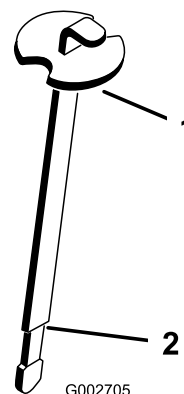

Figure 9
**Remarque:** L'huile doit atteindre le repère (partie étroite) de la jauge (Figure 9).